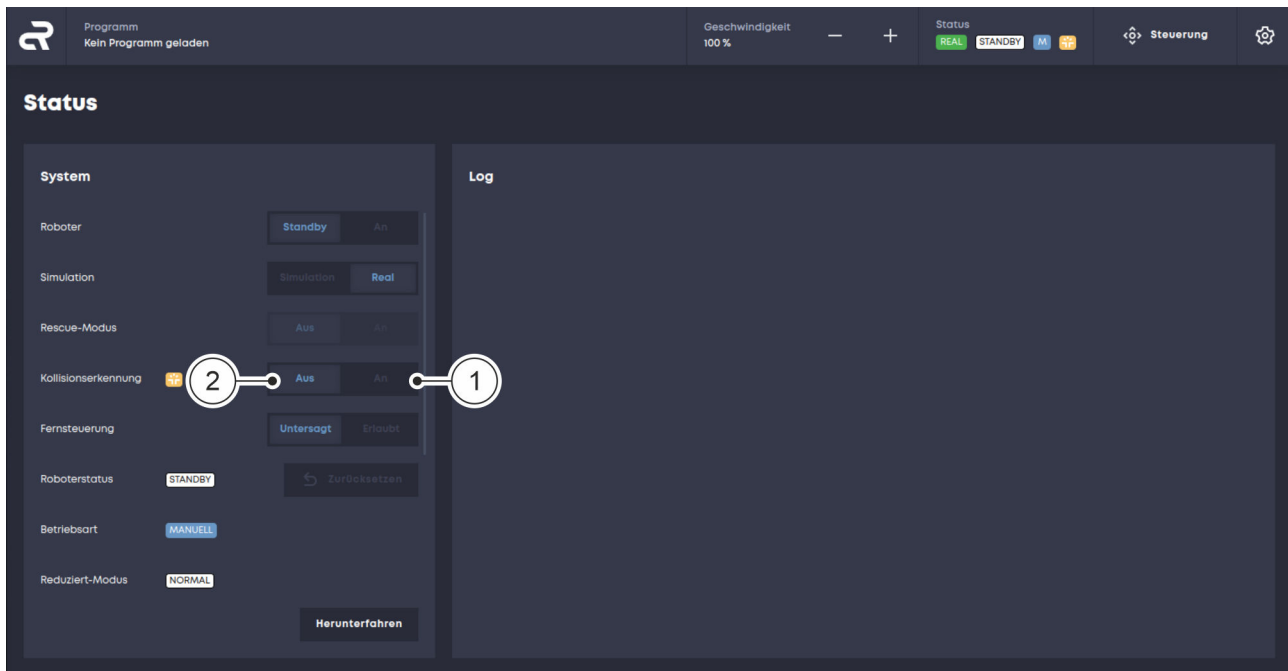

Abb. 10 Kollisionserkennung aktivieren und deaktivieren
02. Im Menü „Status“ beim Punkt „Kollisionserkennung“ auf die Schaltfläche „An“ klicken, um die Kollisionserkennung zu aktivieren Abb. 10 / ①.
03. Im Menü „Status“ beim Punkt „Kollisionserkennung“ auf die Schaltfläche „Aus“ klicken, um die Kollisionserkennung zu deaktivieren Abb. 10 / ②.